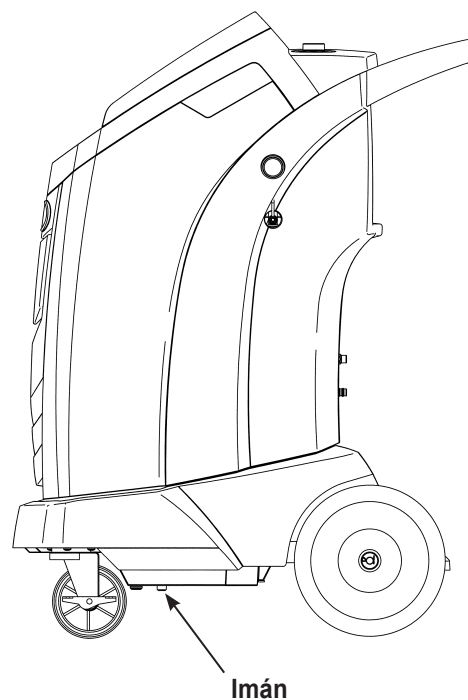

Figura 10
1. Consulte la Figura 10, y verifique que el imán en la parte inferior de la máquina esté limpio..